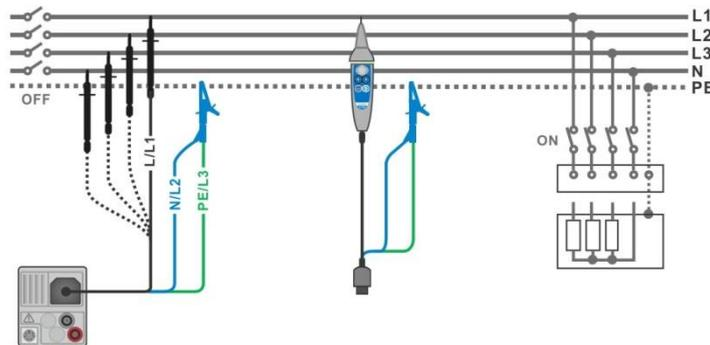
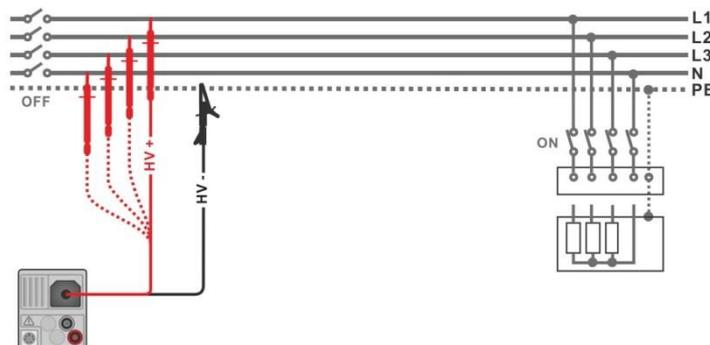

Abbildung 7.7: Anschluss der Dreileiter-Prüfleitung und der Commander-Prüfspitze (UN ≤ 1 kV)
Abbildung 7.8: Anschluss der 2,5 kV Prüfleitung ($U_N = 2,5 \text{ kV}$)
- › Schließen Sie die Prüfleitungen am Prüfling an (siehe **Abbildung 7.7** und **Abbildung 7.8**).